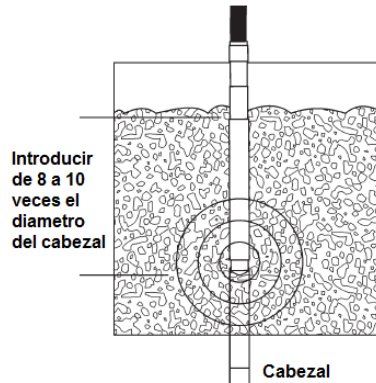

Figura 3
- 5.3.2 El vibrador de concreto desciende durante la vibración dentro del concreto por su propio peso haciendo penetraciones verticales a una profundidad de 8 a 10 veces el diámetro de su cabezal vibratorio. Ver figura 3.